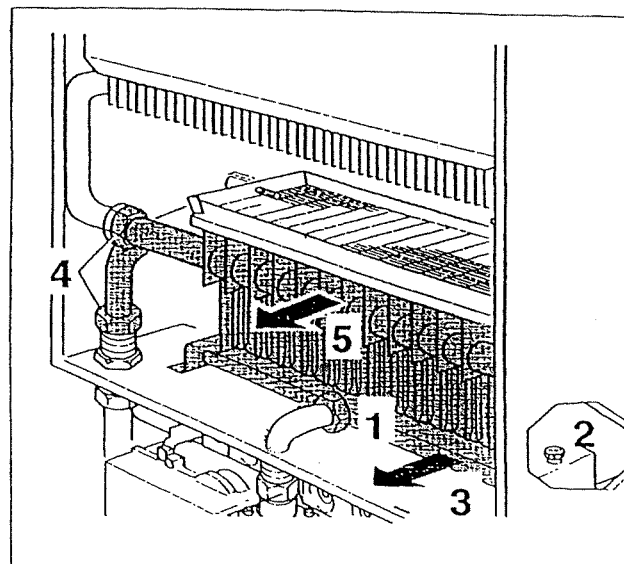

Fig. 38 Rimozione piastra ugelli
- ◆ Svitare il raccordo gas della piastra ugelli (Fig. 38, punto 1).
- ◆ Svitare le viti a destra e a sinistra (Fig. 38, punto 2) e rimuovere la piastra ugelli (Fig. 38, punto 3).
- ◆ Svitare gli attacchi dell'acqua del bruciatore (Fig. 38, punto 4).
- ◆ Estrarre il bruciatore (Fig. 38, punto 5).